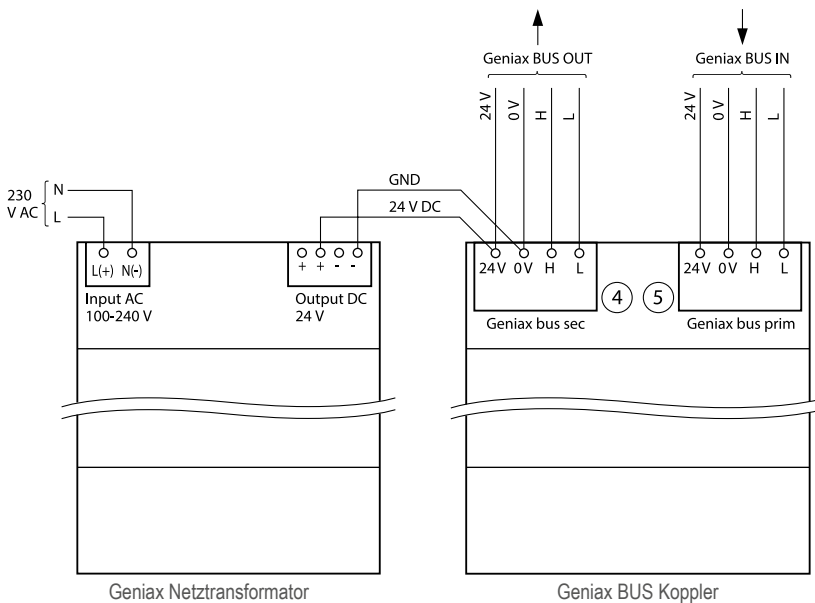

Fig. 14-5: Anschluss GeniAx BUS Koppler an GeniAx Netztransformator und GeniAx BUS-System
- Die vier farbigen Adern (rot, schwarz, gelb, weiß) des Buskabels an die entsprechenden Klemmen der Klemmengruppe 5 „GeniAx BUS prim“ des BUS Kopplers anschließen gem. Tab. 14-3 und Fig. 14-5.
- Spannungsversorgung 24 V DC SELV vom Netzteil GeniAx Netztransformator anschließen an die entsprechenden Klemmen der Klemmengruppe 4 „GeniAx BUS sec“ (Klemmen 24 V, 0 V) gem. Tab. 14-3 und Fig. 14-5.
- Die vier farbigen Adern (rot, schwarz, gelb, weiß) des Buskabels an die entsprechenden Klemmen der Klemmengruppe 4 „GeniAx BUS sec“ anschließen gem. Tab. 14-3 und Fig. 14-5.